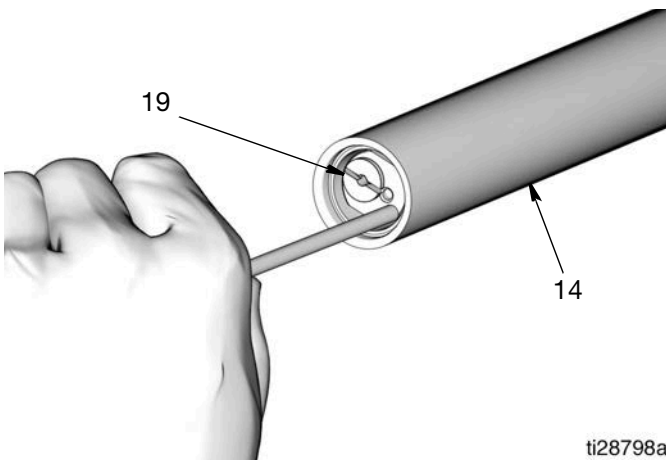

图 29
3. 使用光滑的长黄铜或铝杆，无锐边和毛刺，将止回阀组件 (19) 推入出口管 (14) 就位 (图 29)。